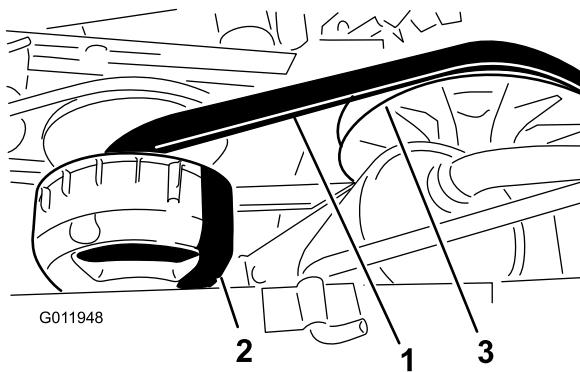

Figura 67
4. Rode e verifique se a correia (Figura 67) apresenta sinais de desgaste ou se está danificada.
3. Rode e coloque a correia sobre a embraiagem secundária (Figura 67).
4. Retire a correia da embraiagem primária (Figura 67).
5. Alinhe a nova correia sobre a embraiagem primária (Figura 67).
6. Rode e coloque a correia sobre a embraiagem secundária (Figura 67).